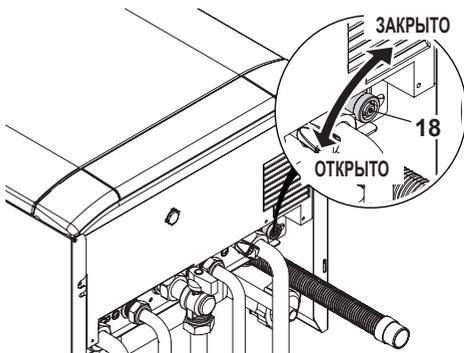

Рис. 9.3
- Ослабьте кран опорожнения котла 18, см. Рис. 9.3.